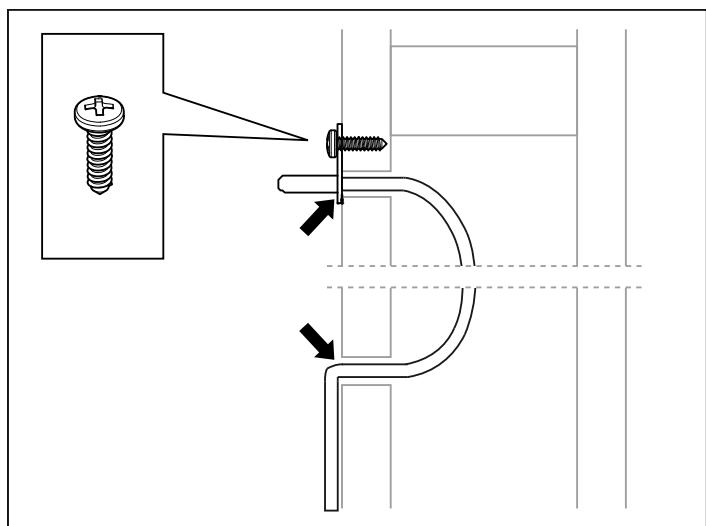

Рисунок 10: Уплотните любые отверстия
8. Установите датчик на стене см. Это датчик, установленный вместе с сенсорной поверхностью Tylö (дополнительное наименование: 9600 0038). Провод термистора также может быть проведен через стену. Уплотните любые отверстия в стене за датчиком, см. рис. 10, провод термистора может быть расширен за пределы сауны с низковольтным кабелем (2-проводной).